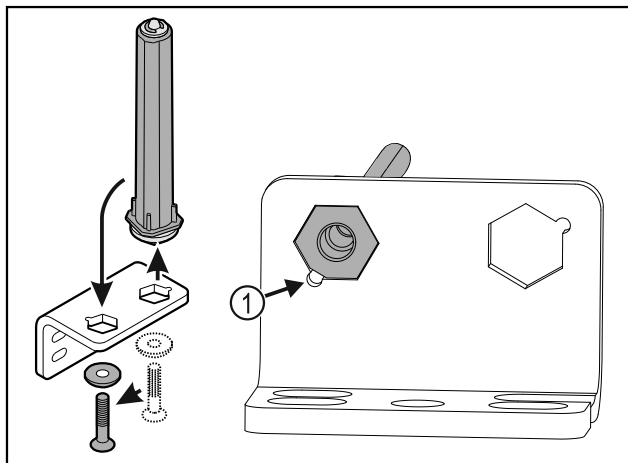

Fig. 36
- Pass på at den skrå kanten på bolten Fig. 36 (1) peker mot det runde hullet under innsetningen.